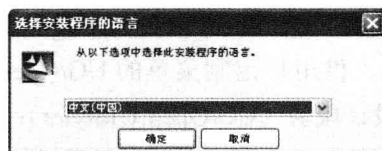

图 1-2 选择语言
Step 02 单击 Install UGS License Server 按钮,安装 License 服务,将出现如图 1-2 所示的“选择安装程序的语言”对话框,单击“确定”按钮进行下一步操作。